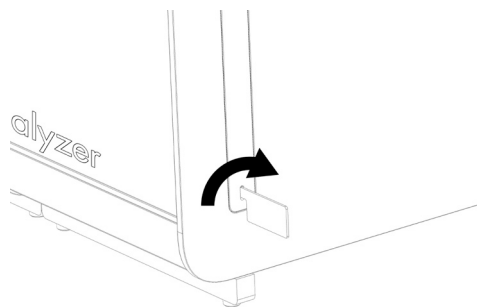

図 13. 保護カバーを取り外す。
- 1e. 追加の分析モジュールを取り付ける分析モジュールの側面から保護カバーを取り外します (図 13)。